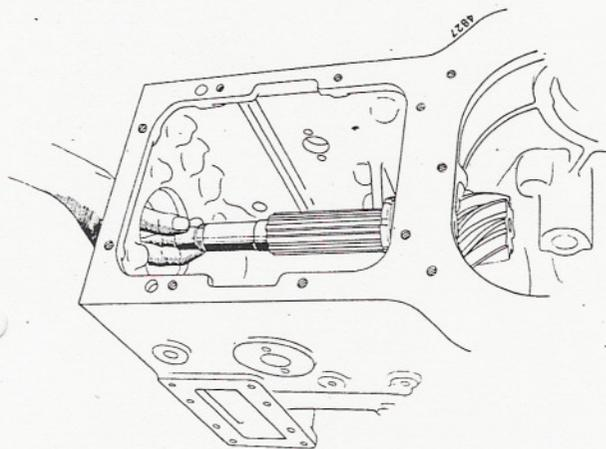

Figure 322
8. Une fois connue l'épaisseur nécessaire de la cale, remonte celle-ci et l'arbre dans le carter, dans l'ordre indiqué ci-dessus. Revérifiez le jeu entre l'arbre-jauge (10) et le pignon.
9. Donnez aux roulements à galets une certaine précontrainte, au moyen de l'écrou (8) qui sera serré jusqu'à ce que l'on puisse encore faire tourner l'arbre primaire avec le pouce et deux doigts d'une main, par la portée du roulement à aiguilles, fig.322.